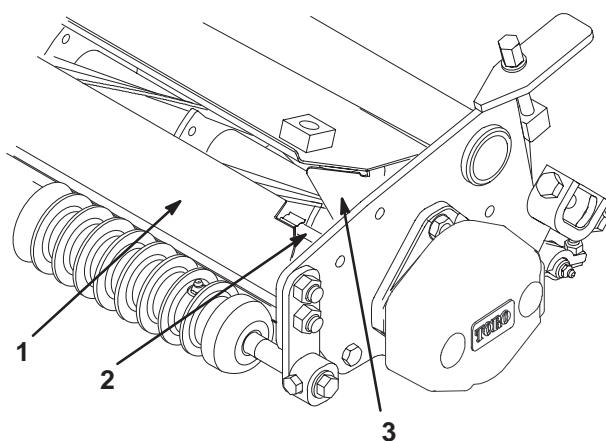

Figure 10
- A. Déposez l'ensemble déflecteur avant (Fig. 10) et mettez-le au rebut. Faites de même pour les goujons de fixation du déflecteur et les fixations des plaques latérales des plateaux de coupe.
- C. Pliez les déflecteurs latéraux du déflecteur d'herbe vers l'extérieur, pour les aligner avec les plaques latérales du plateau de coupe (Fig. 10).